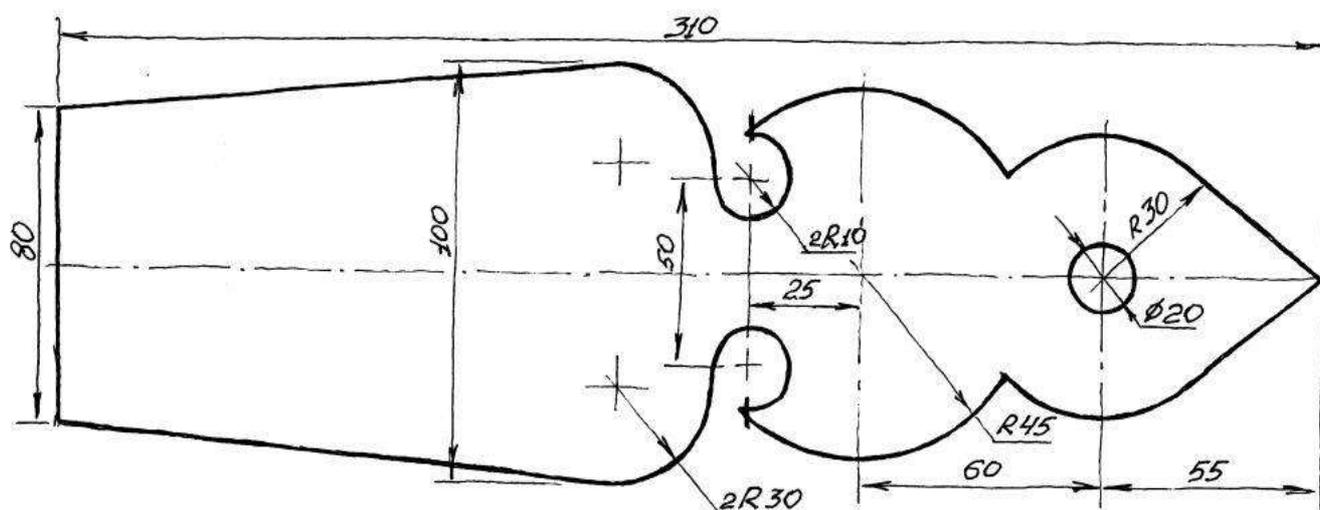

Рис.1 Элемент декора для внешнего оформления дома
1. -изготовить по чертежу Рис. 1 элемент декора для внешнего оформления дома;